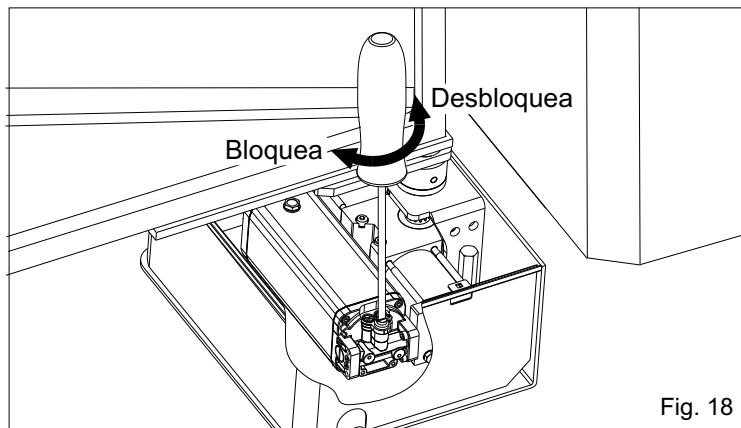

Fig. 18
Para facilitar el inserimento ondear la hoja (Fig. 18).
-Insertar el destornillador en el tornillo de desbloqueo y girar de 180° aproximadamente en sentido anti-horario (Fig. 18).